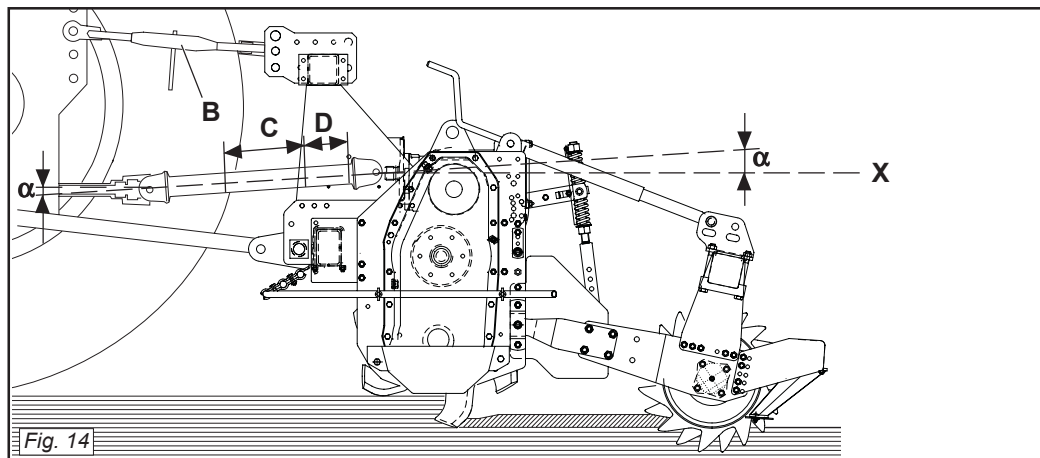
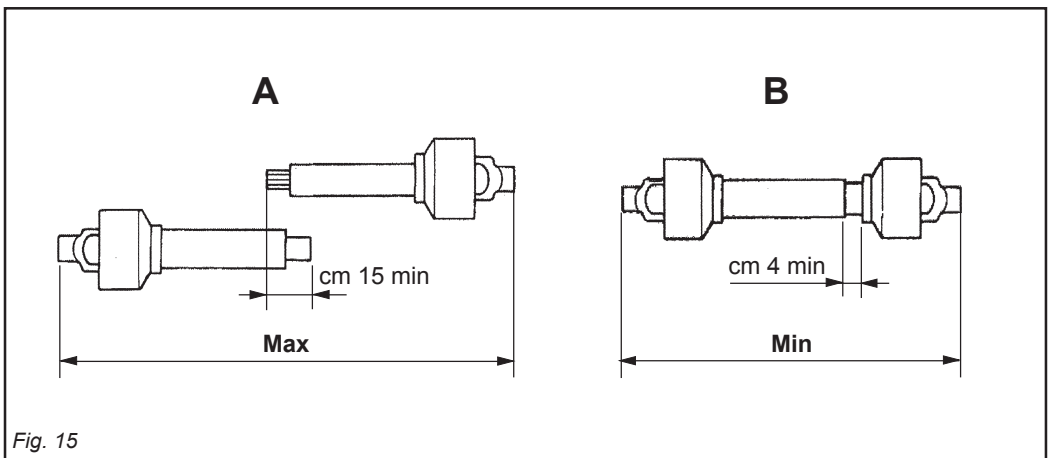

Fig. 14
Fig. 15
Per fare ciò aumentare o diminuire la lunghezza della barra superiore dell'attacco (B Fig. 14) in modo da portare l'asse (X Fig. 14) della ghiera scanalata della scatola parallela al suolo.
- I due angoli (α Fig. 14) formati dalle assi delle forcelle e l'asse dei tubi scorrevoli saranno uguali e non dovranno superare i 10° .
- La copertura (C Fig. 14) dei tubi scorrevoli deve essere di 15 cm minimo (Fig. 15).
To achieve this, increase or decrease the length of the top bar of the hitch (B Fig. 14) so as to set the axis (X Fig. 14) of the housing's grooved ring nut parallel to the ground.
- The two angles (α Fig. 14) formed by the fork axes and the axis of the sliding tubes will be equal and must not exceed 10° .
- The sliding tubes (C Fig. 14) must overlap by at least 15 cm (Fig. 15).
Pour obtenir cette condition augmenter ou diminuer la longueur de la barre supérieure de l'attelage (B Fig. 14) de manière à ce que l'axe (X Fig. 14) de la bague cannelé de la boîte soit parallèle au sol.
- Les deux angles (α Fig. 14) formés par les axes des fourches et l'axe des tubes coulissants doivent être identiques et ne doivent pas dépasser 10° .
- La couverture (C Fig. 14) des tubes coulissants doit être au minimum de 15 mm (Fig. 15).
Um dies zu erhalten, die Länge der oberen Kupplungsstange (B Abb. 14) erhöhen oder verringern, bis die Achse (X Abb. 14) der Keilmutter des Gehäuses parallel zum Boden steht.
- Die beiden Winkel (α Abb. 14), die aus den Achsen der Gabeln und der Achse der Gleitrohre bestehen, müssen gleich groß sein und dürfen auf keinen Fall größer als 10° sein.
- Die Überdeckung (C Abb. 14) der Gleitrohre muss mindestens 15 cm ausmachen (Abb. 15).
El enganche es correcto cuando la máquina está horizontal en posición de trabajo. Para ello aumentar o disminuir la longitud de la barra superior del enganche (B Fig. 14) en modo de llevar el eje (X Fig. 14) de la tuerca ranurada de la caja paralela al terreno.
- Los dos ángulos (α Fig. 14) formados por los ejes de las horquillas y el eje de los tubos corredizos serán iguales y deberán superar los 10° .
- La cobertura (C Fig. 14) de los tubos corredizos debe ser como mínimo de 15 cm (Fig. 15).
- I due tubi dell'albero di trasmissione a cardano non si devono ricoprire completamente, una corsa di sicurezza (D Fig. 14) di 4 cm minimo deve sussistere.
- Gli angoli (α Fig. 14) dei cardani non devono essere superiori a 40° (Fig. 14). Se non si raggiungono questi due risultati:
- The two tubes of the driveline shaft must not fully overlap. There must always be a safety travel (D Fig. 14) of at least 4 cm.
- The angles (α Fig. 14) of the drivelines must not exceed 40° (Fig. 14).
- Les deux tubes de l'arbre de transmission à cardans ne doivent pas se recouvrir complètement, il doit rester une course de sécurité (D Fig. 14) de 4 cm au minimum.
- Les angles (α Fig. 14) des cardans ne doivent pas être supérieurs à 40° (Fig. 14).
- Die beiden Rohre der Gelenkwelle dürfen sich nicht ganz überdecken. Es muss noch einen Sicherheitshub (D Abb. 14) von mindestens 4 cm geben.
- Die Winkel (α Abb. 14) der Gelenkwellen dürfen nicht größer als 40° sein (Abb. 14).
- Los dos tubos del árbol de transmisión de cardán no se deben cubrir completamente, debe quedar una carrera de seguridad (D Fig. 14) de 4 cm como mínimo.
- Los ángulos (α Fig. 14) de los cardanes no deben ser superiores a 40° (Fig. 14).
Quando l'albero cardanico è sfilato al massimo, i due tubi devono sovrapporsi per almeno 15 cm. Quando esso è inserito al massimo, il gioco minimo consentito deve essere di 4 cm. (Fig. 15).
When the cardan shaft is fully extended, the two tubes must overlap by at least 15 cm. When fully inserted, the minimum play must be 4 cm. (Fig. 15).
Quand l'arbre à cardans est déboîté au maximum, les deux tubes doivent se superposer d'au moins 15 cm. Quand il est entièrement rentré, le jeu minimum admissible doit être de 4 cm. (Fig. 15).
Wenn die Gelenkwelle so weit wie möglich auseinandergesogen ist, müssen die beiden Teile sich noch um wenigstens 15 cm überlappen. Wenn die beiden Teile ganz zusammengeschoben sind, muß das kleinstmögliche Spiel 4 cm ausmachen (Abb. 15).